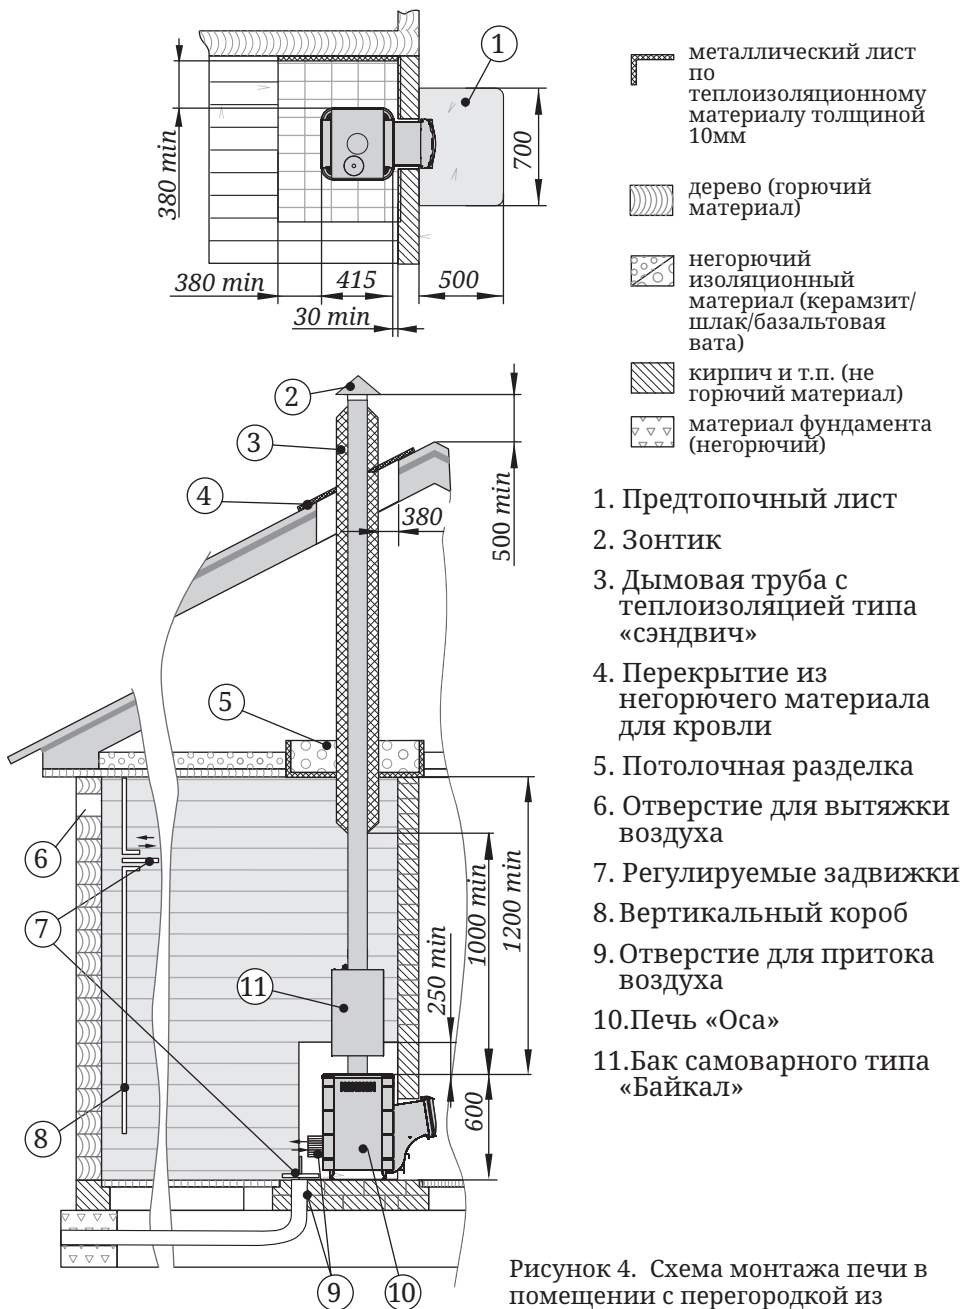

Рисунок 4. Схема монтажа печи в помещении с перегородкой из негорючего материала
- пол из горючих и трудногорючих материалов перед дверцей топки — металлическим листом размером 700×500 мм (рисунок 4).
Для обеспечения надежного воздухообмена в парилке рекомендуется организовать приточно-вытяжную вентиляцию (см. рисунок 4).